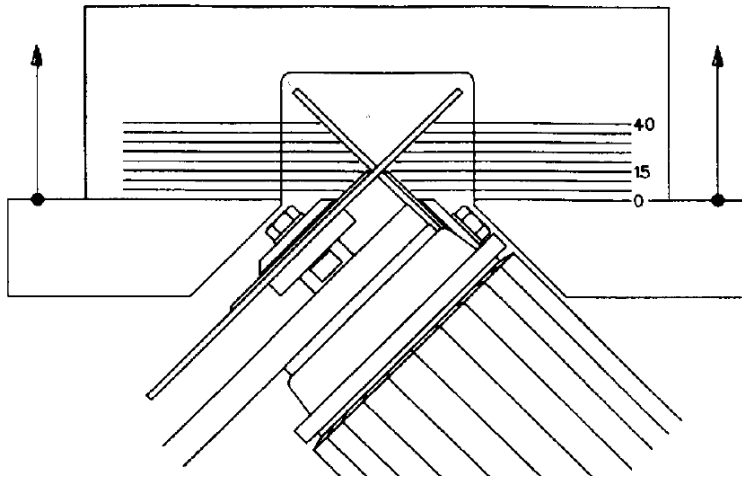

Рис.1
5.1 Общий принцип работы штапикореза показан на схеме рис.1